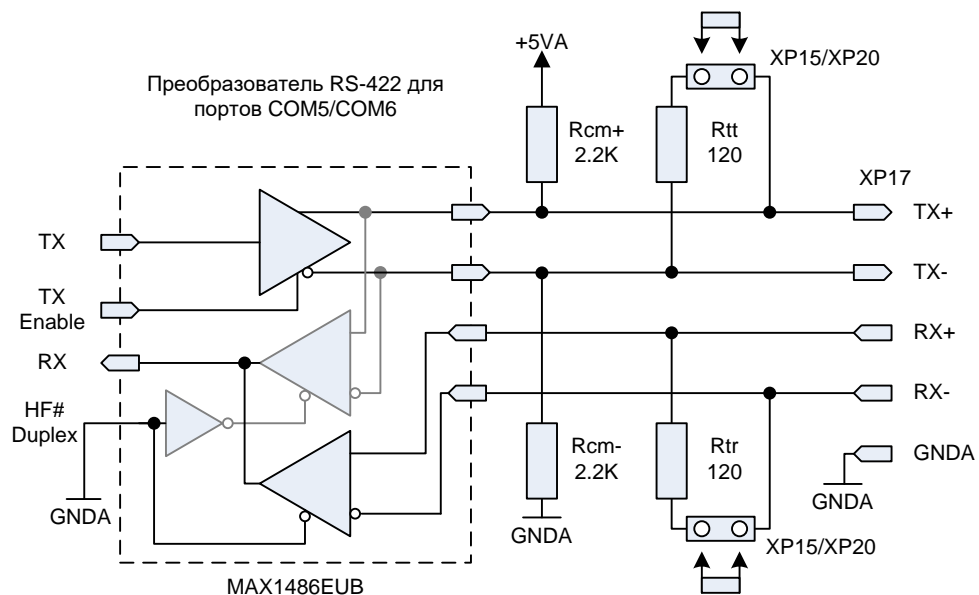

Рис. 4. 23. а) Передатчик с элементами защитного смещения и с терминирующими резисторами
При неактивном состоянии сети RS-485 все драйверы переводятся в третье состояние, следовательно, все узлы находятся в режиме приема. Таким образом, состояние сети не определено. Если разность потенциалов на входах RX+ и RX- приемника меньше порогового значения  $\pm 200$  мВ, то логическим уровнем на выходе приемника (RX) будет значение последнего полученного бита данных. Для обеспечения должного уровня напряжения в неактивном состоянии сети используются резисторы защитного смещения. Для задания начального высокого уровня на линии TX+ установлен резистор защитного смещения 2,2 кОм (Rcm+). Для задания начального низкого уровня на линии TX- установлен резистор защитного смещения 2,2 кОм (Rcm-) (Рис. 4. 23 а) (для венрсий модуля до 4.x)).